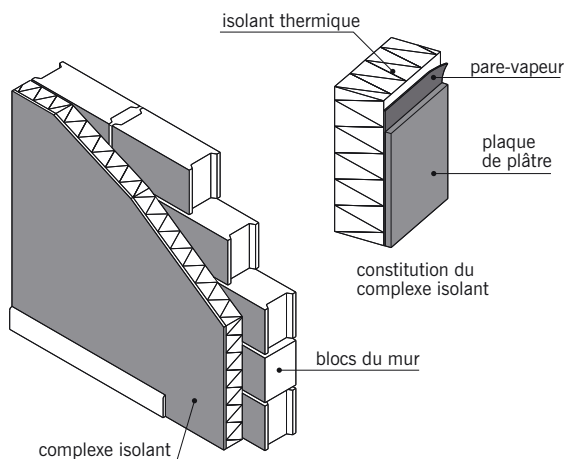

fig. 8.10
■ Le **complexe isolant** (fig. 8.10) : panneau mis en place contre la face intérieure d'un mur ou d'une cloison pour à la fois isoler thermiquement et former un parement fini plan. Le complexe isolant comprend généralement :